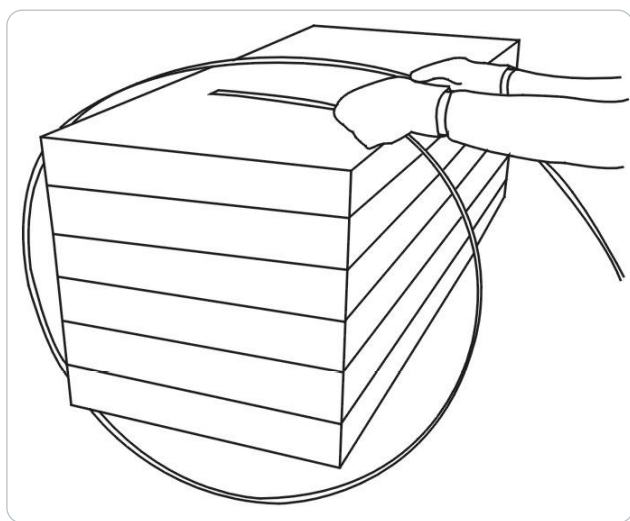

Figure 1
1. Passez la sangle autour du paquet comme indiqué dans la figure 1. L'extrémité de la bande de cerclage doit être tenue avec la main gauche et la tension doit être appliquée avec la main droite.